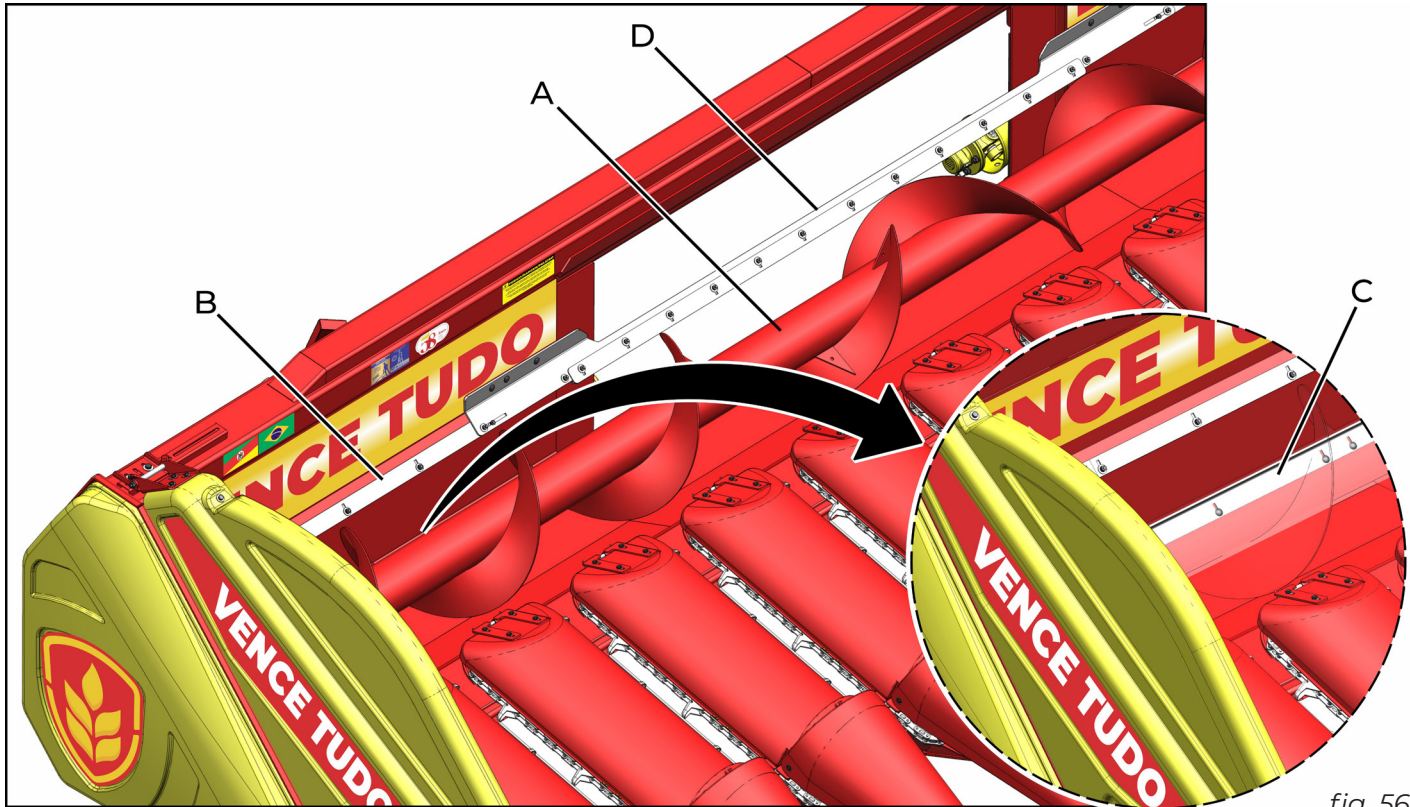

fig. 56
Para melhorar a eficiência do sem-fim alimentador (A) (fig. 56), a plataforma dispõe de um sistema de raspadores, superior (B) e inferior (C). Estes raspadores podem ser ajustados, ficando o mais próximo do helicóide do sem-fim. Confira na figura 57 a folga indicada entre o sem-fim alimentador e os raspadores.
Em situações de colheita, onde existe um alto índice de plantas invasoras, o raspador central (D) (fig. 56) deve ser montado a fim de evitar o acúmulo de material no centro do sem-fim. O raspador central é um conjunto opcional e pode ser adquirido separadamente da plataforma.